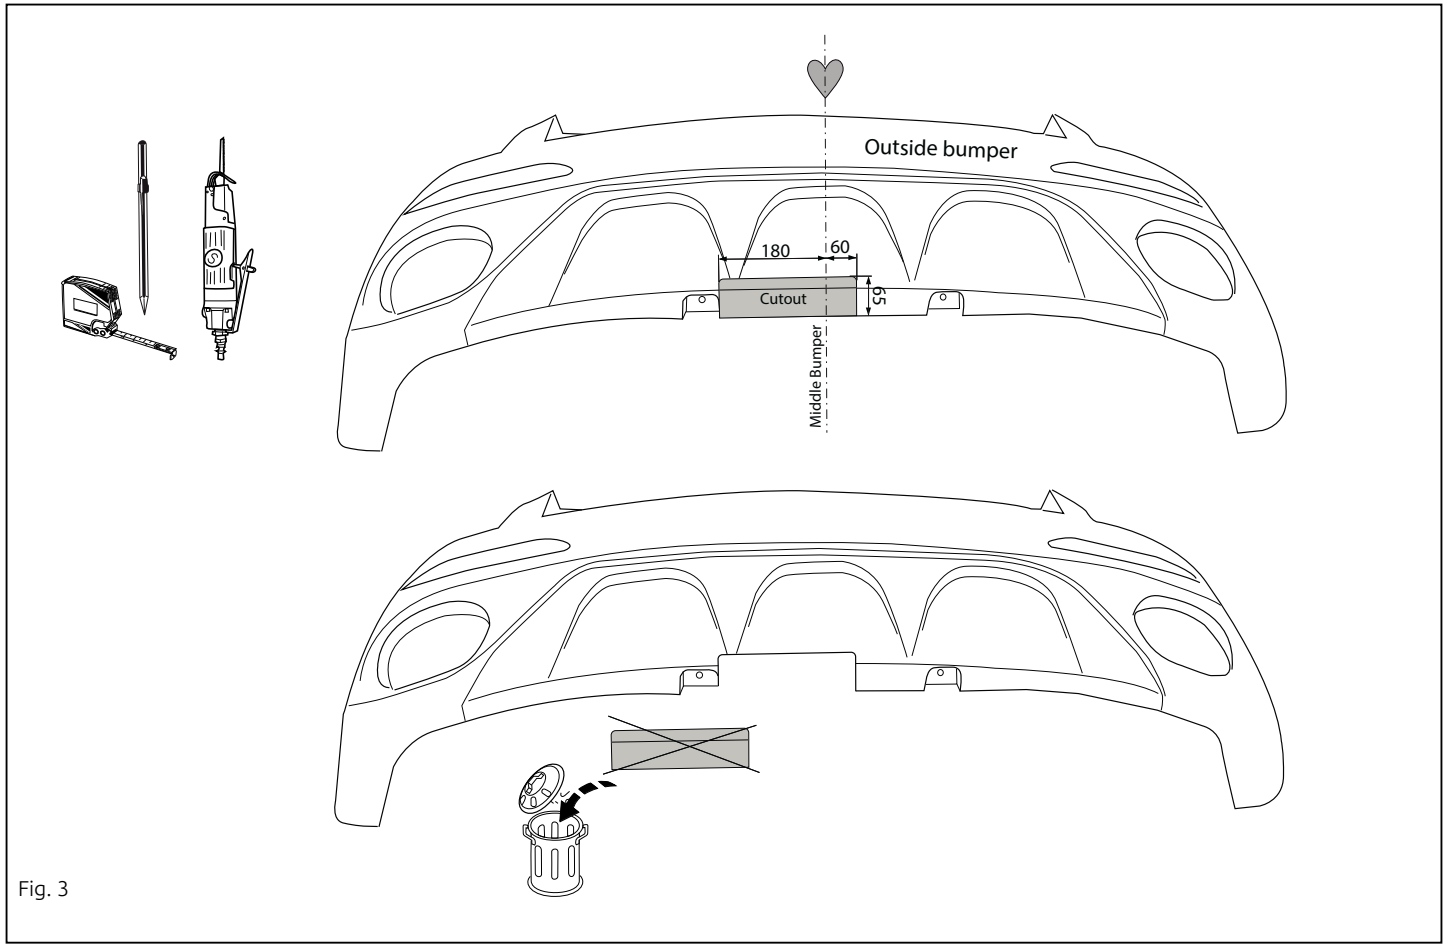

Fig. 3
- 7.Выпилить часть из бампера в середине снизу, как указано на рис. 3.